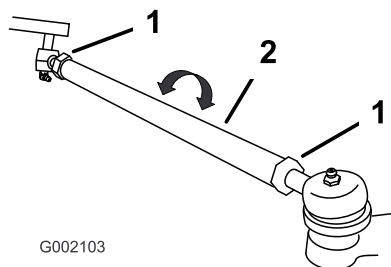

Figura 33
2. Se la misura non rientra nel range previsto (vedere le dimensioni e i parametri riportati all'inizio di questa operazione), allentate i controdadi da ambo i lati dei tiranti (Figura 33).